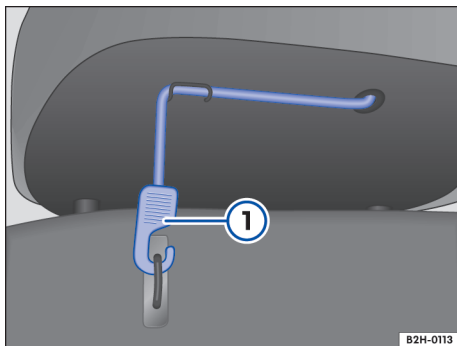

Fig. 61 Banco traseiro: cinta de fixação da superfície do banco.
- Desencaixar a cinta de fixação da superfície do banco → Fig. 61 ①.